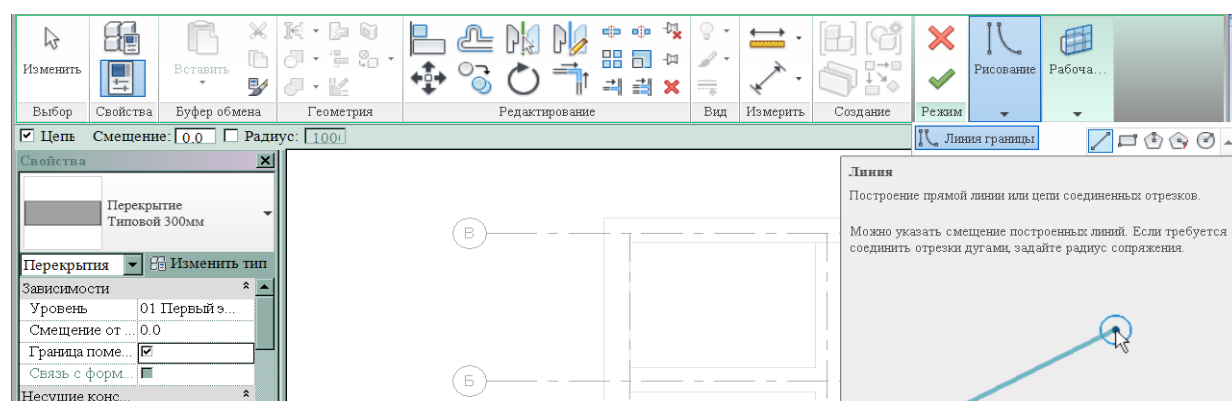

Рис.27
4. Установить **Смещение от уровня** равным нулю (рис.27).